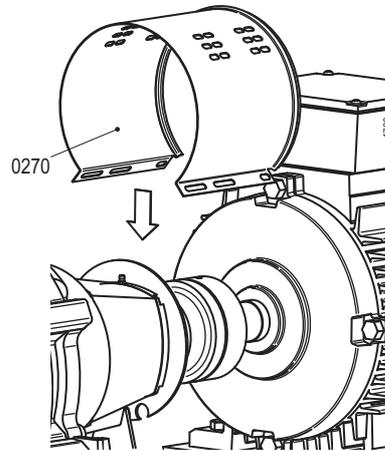

Abbildung 12: Montage des Mantels auf der Motorseite.
- 2 Die beiden Schutzhauben (0270) entfernen. Siehe Abbildung 12.